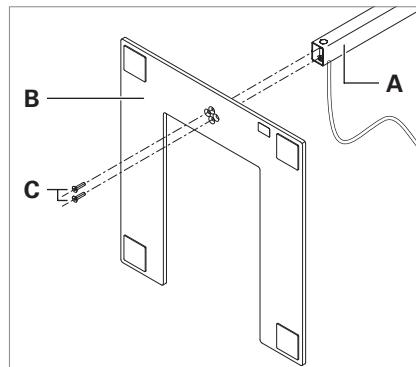

Fig. 1: 四方形立管的安装。
- 四方形立管，参见Fig. 1
- ▶ 如果您安装四方形立管：使用供货附带的螺钉C将立管A与灯座B组装，电线应朝向前方，参见Fig. 1。